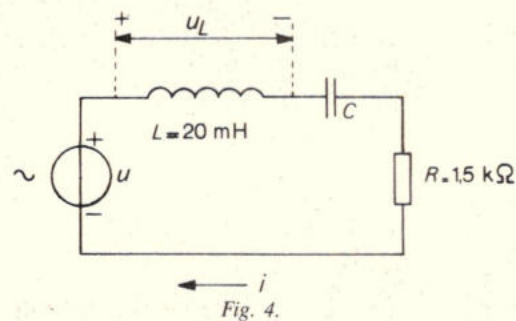

Fig. 4.
4. In de schakeling van fig. 4 zijn de spanning  $u$  en de stroom  $i$  in fase. De effectieve waarden van  $u$  en  $u_L$  zijn: